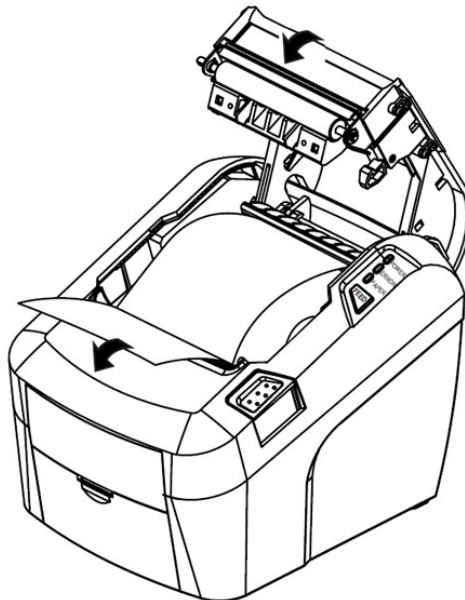

Рисунок 9 – Закривання кришки чекової стрічки
- витягніть смужку паперу, після чого закрийте кришку чекової стрічки (рисунок 9);
- закрити кришку чекової стрічки (рисунок 9).